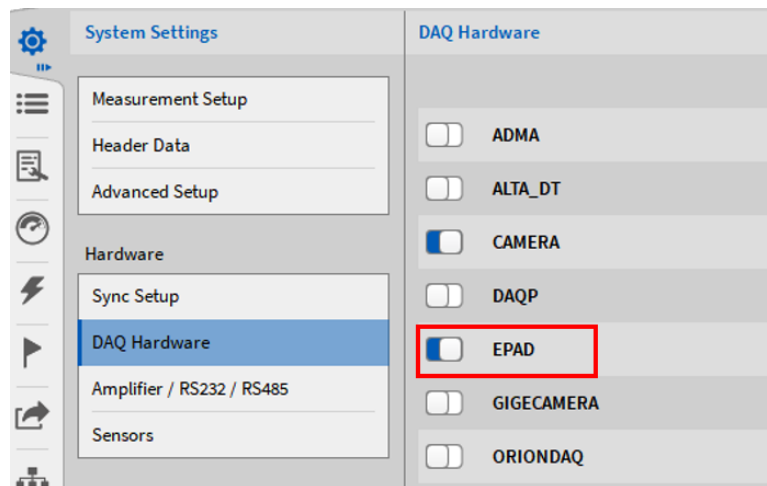

Abb. 4.22: Aktivierung der EPAD Serie in den DAQ Hardware Einstellungen
- Wählen Sie *DAQ Hardware* und aktivieren Sie den *EPAD* Button (siehe Abb. 4.22). Bei Änderungen muss die Software neu gestartet werden.